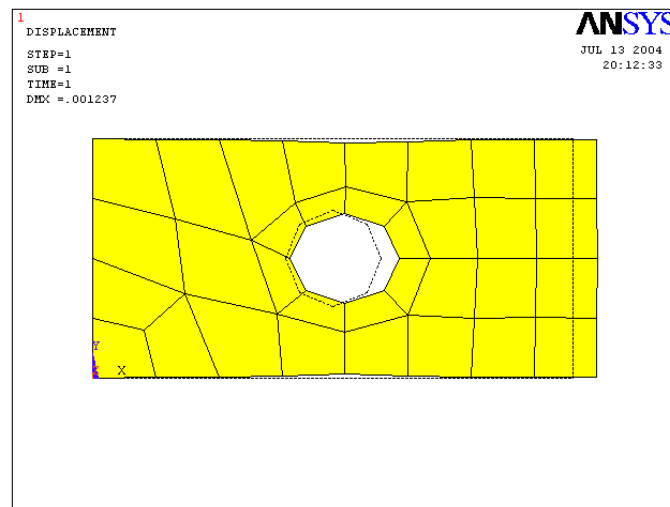

图1.44 变形图
(3) 选择【Def + underf edge】，并单击【OK】按钮。
(4) 这时出现如图 1.44 所示的最终变形图。